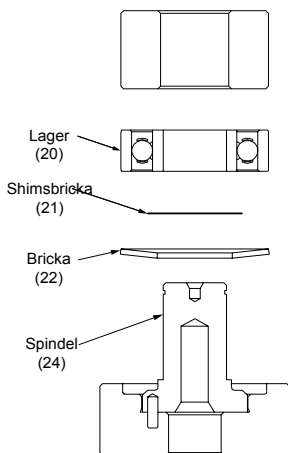

Bild 3
1. Placera (MPA0203) T-3A spindelaxellagerverkytget på en jämn, ren yta av en liten handpress eller liknande med öppningen uppåt. Placera spindelaxeln (24) i spindelaxelöppningen med axeln uppåt. Se bild 3.
2. Placera brickan (22) på spindelaxeln (24) med böjningen uppåt så att brickans utsida kommer i kontakt med den yttre diametern av lagret (20). Placera shimsbrickan (21) på spindelaxeln. Placera lagret (en packning) på spindelaxeln med packningssidan mot brickan. Observera: Kontrollera att både inre och yttre lagerskulderna stöds av lagerpressverkytget då de pressas på plats. Pressa fast lagret på spindelaxelns skuldror genom att använda (MPA0204) T-3B spindelaxellagerverkytget som visas på bild 3.